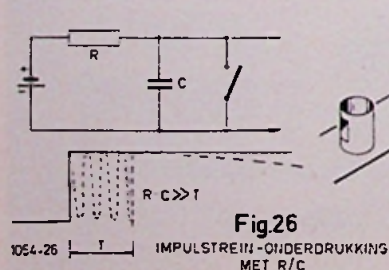

Fig.26
- Door een R/C netwerk, waarvan de tijdconstante groot is t.o.v. de duur van de impulstrein. (zie fig. 26).